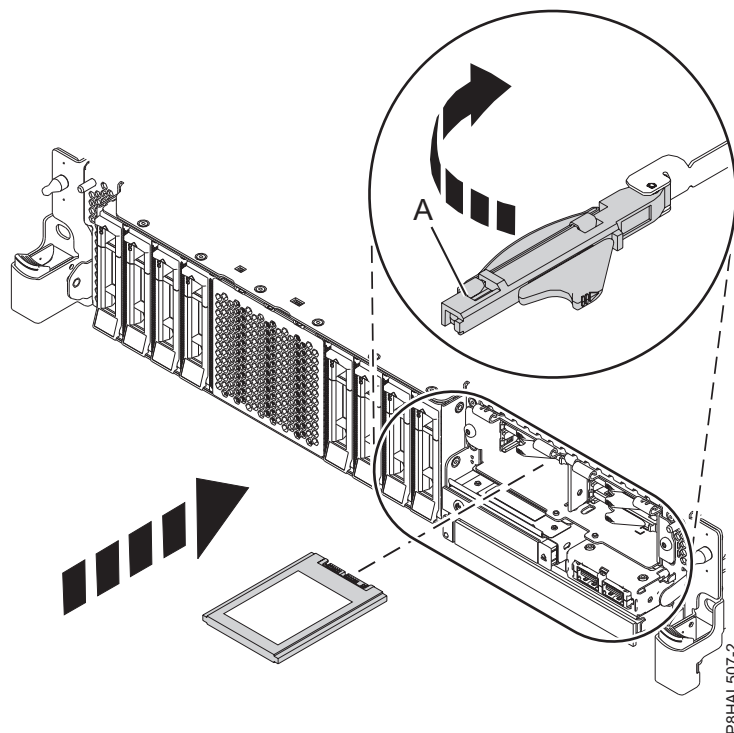

Figura 68. Substitució d'una SSD en un sistema de funció expandida
15. Amb la nansa del compartiment d'unitats SSD (A) en posició desbloquejada, feu sortir la palanca per poder accedir a les guies de la ranura SSD. Agafeu la part inferior de l'SSD mentre l'alineeu amb les guies de la ranura SSD. Consulteu Figura 68 a la pàgina 71.
20. Bloquegeu la unitat fent girar la nansa del compartiment (A) en la direcció que es mostra a Figura 68 a la pàgina 71.